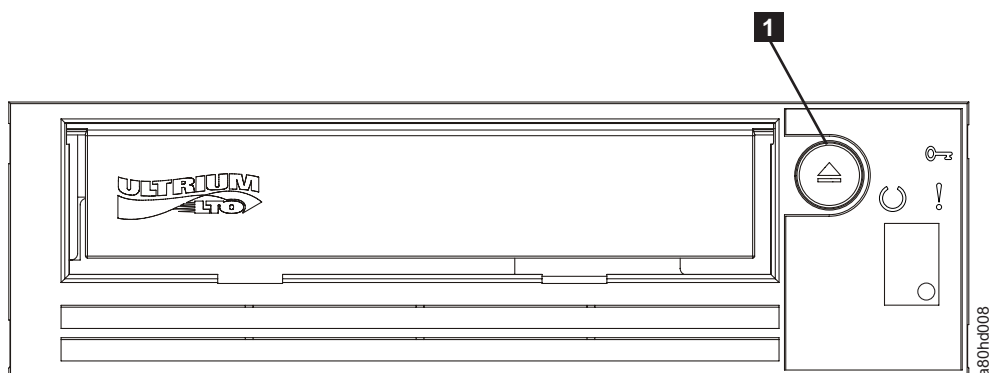

図 3-3. ドライブのリセット
ドライブおよびシステムの電源をオフにせずにドライブをリセットできます。これは、ドライブが応答しなくなった場合に必要になります。このリセットを行うには、テープ・ドライブのフロント・パネルにある排出ボタン (3-2 ページの図 3-3) を 10 秒間押し続けます。ドライブは、重要な技術データのダンプをドライブ・メモリーに強制的にとり、既存のダンプを上書きします。これで、ドライブがリブー
2. 排出ボタンを押します (3-2 ページの図 3-3 の **1** を参照)。ドライブはテープを巻き戻して、カートリッジを排出します。テープの巻き戻し中は作動可能/アクティビティ LED が緑色で明滅し、カートリッジが排出される前に消灯します。